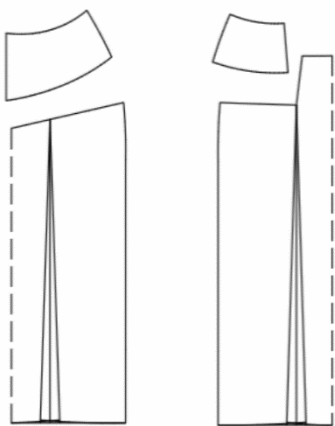
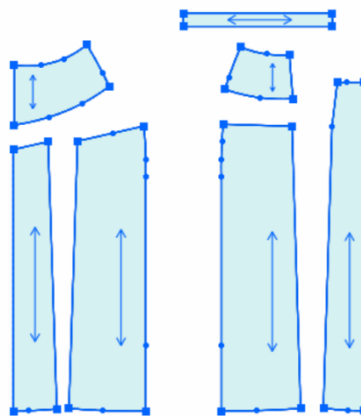

图 4-1-22 分割裙结构处理
图 4-1-23 分割裙 2D 制板
(4) 用“ (旋转)”工具将前、后育克省位合并，修顺腰线和分割线；前后片竖向分割线在裙摆处各放出“4cm”裙摆量，修顺裙摆；如图 4-1-22 所示。
(5) 用“ (剪断线)”、“ (移动)”工具将各片分离；用“ (矩形)”工具做腰头，宽度“3cm”，完成分割裙裁片分解处理。
(6) 用“ (剪刀)”工具将各裁片裁剪为纸样裁片；用“ (布纹线)”工具调整各裁片布纹方向，完成分割裙 2D 制板，如图 4-1-23 所示。
(7) 通过菜单“文档→输出 ASTM 文件”输出另存为“分割裙.dxf”格式文件，方便与 3D 试衣软件系统对接。